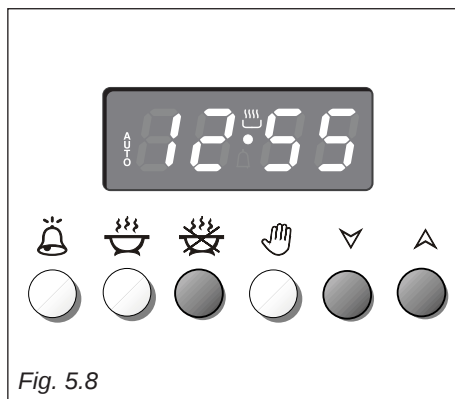

Fig. 5.8
2. Indstil tilberedningsslut ved at trykke på  og  eller  (fig. 5.8).